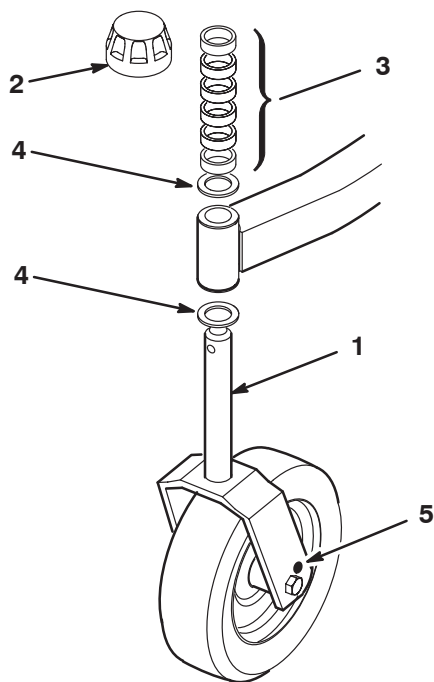

Fig. 10
2. Borra upp hålen med 11 mm i diameter (fig. 10 och 11) på var sida om hjulgafflarna till 12,7 mm eller 13,1 mm i diameter.
1. Ta bort spännlocket från spindelaxeln och skjut ut spindeln ur främre hjularmen. Ta bort brickan från spindelaxeln. Skjut på distansbrickorna på spindelaxeln för att få önskad klipphöjd, och skjut sedan på brickan på axeln (fig. 10).
2. Skjut hjulspindeln genom den främre hjularmen, montera den andra tryckbrickan och de återstående distansbrickorna på spindeln och montera spännlocket så att monteringen sitter stadigt (fig. 10).